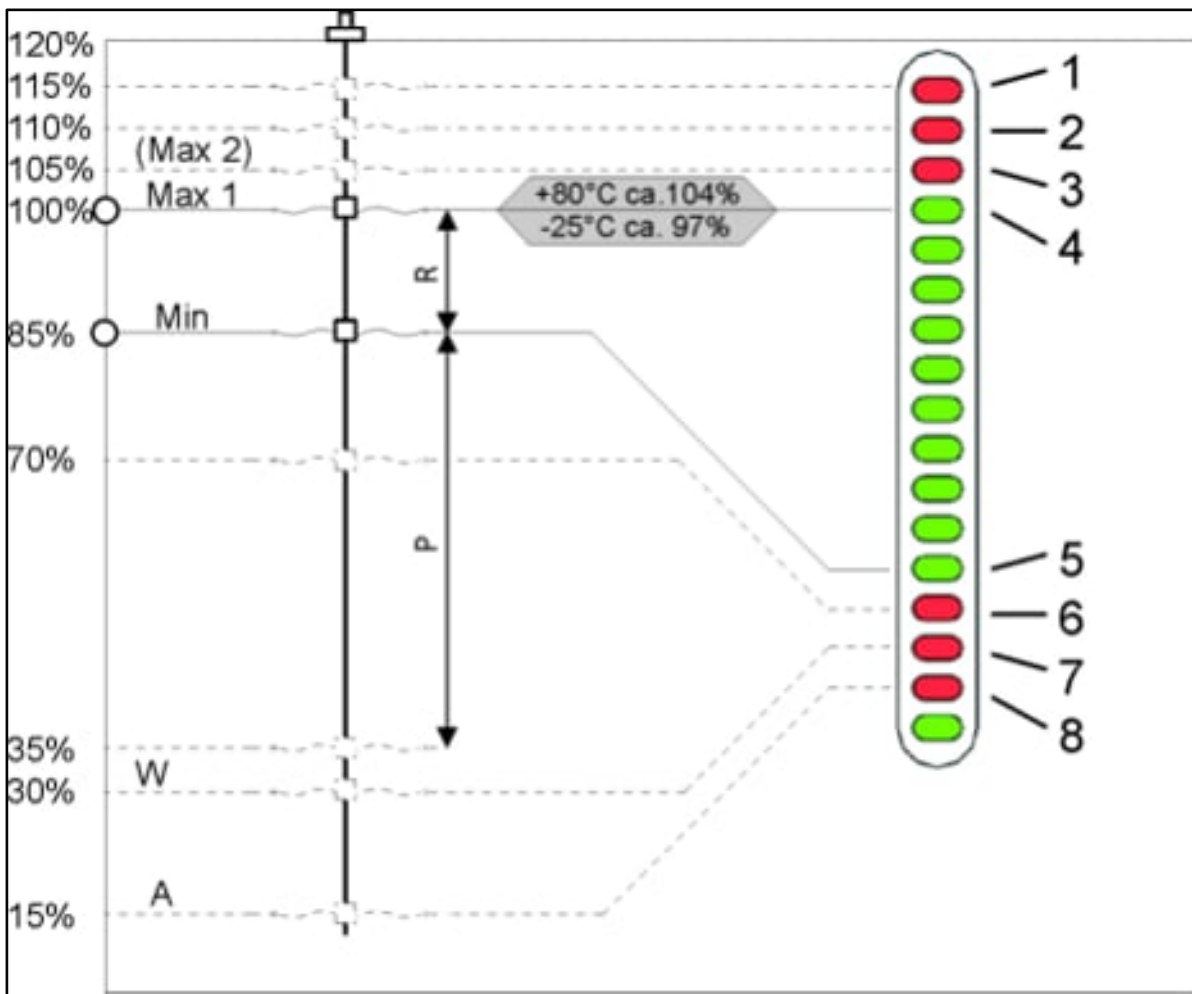

Abb. 27: LED Bandanzeige Hydraulikölbehälter
Zur Kontrolle befindet sich im Bereich des Einfüllstutzens, siehe Abb. 26 (1), für das Hydrauliköl eine Bandanzeige (2), auf der der Füllstand durch LEDs angezeigt wird. Diese wird durch Drücken des Tasters (3) auf der Füllstandanzeige für 15 s aktiviert (siehe auch Abb. 27).